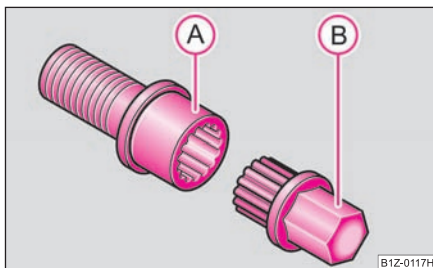

Fig. 165 Tornillo de seguridad para ruedas con adaptador
- Introducir el adaptador (B) con su lado dentado hasta el tope de tal modo en el dentado interior del tornillo de seguridad para ruedas (A), que ya sólo sobresalga el hexágono exterior ⇒ fig. 165.
- Calar la llave de rueda hasta el tope en el adaptador (B).